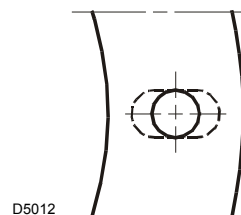

Fig. 10
- dersom det er nødvendig må hullene til den isolerende skjermen gjøres større (Fig. 10), vær forsiktig slik at den ikke skades.